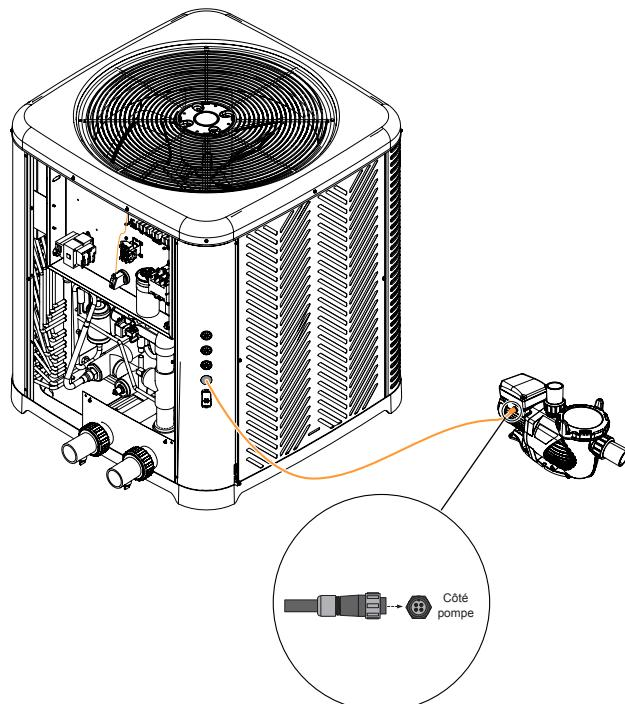

Figure 138. Connecteur circulaire à détrompeur
- Branchez le connecteur circulaire à détrompeur du faisceau de la pompe à la pompe. Consultez la **Figure 138** pour plus d'informations.